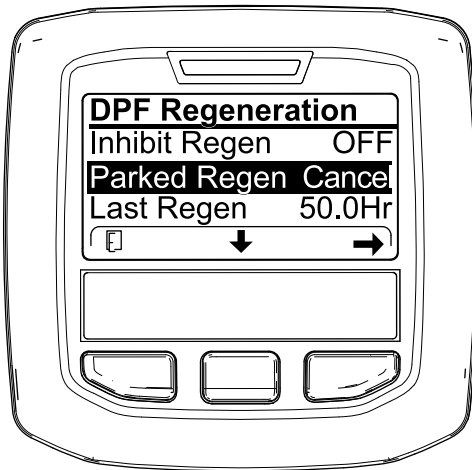
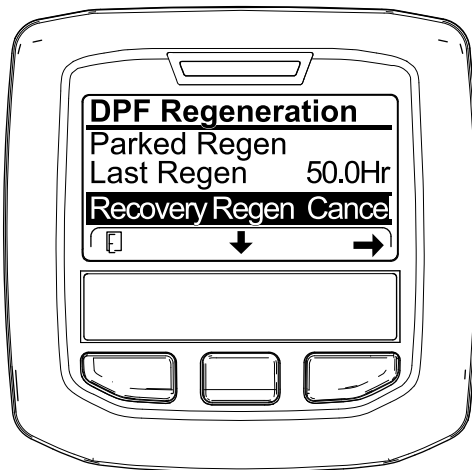

Bild 87
Bild 88
1. Zugreifen auf das Menü für die Regenerierung des Dieselpartikelfilters (**Bild 87**)
2. Drücken Sie die mittlere Taste, um auf die Option PARKED REGEN. CANCEL (**Bild 87**) oder RECOVERY REGEN. CANCEL zu navigieren (**Bild 88**).
3. Drücken Sie die rechte Taste, um den Eintrag „Regen. Cancel“ auszuwählen (**Bild 87** oder **Bild 88**).